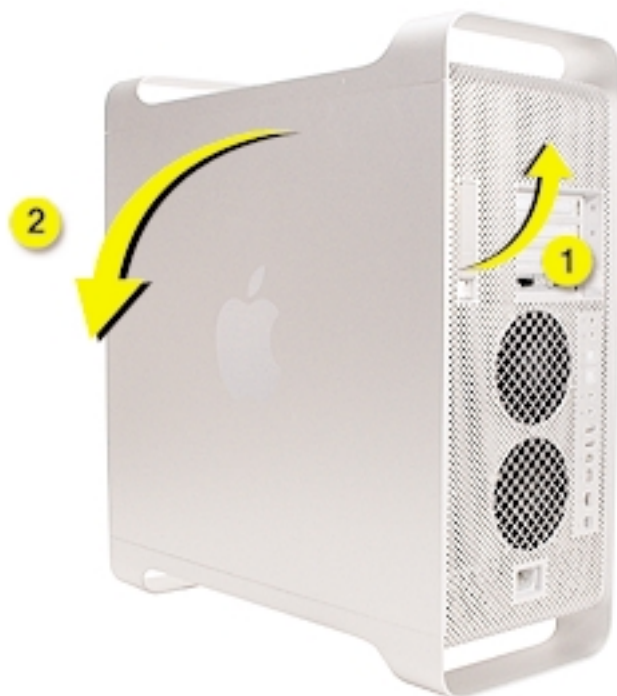

Figura 3
6. Tenere con una mano il pannello di accesso laterale e sollevare il fermo sul retro del computer. (**Figura 3**)